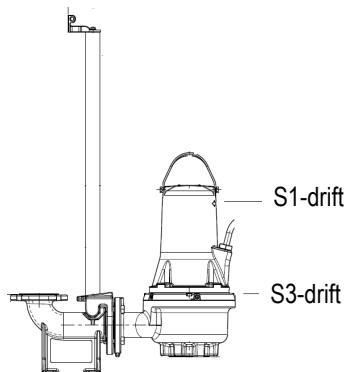

Fig. 2 Stoppnivåer
- För S1-drift** (kontinuerlig drift) måste pumpen alltid vara täckt av den pumpade vätskan till motorns överkant. Se fig. 2.
- För S3-drift** (periodisk drift): Pumpen ska alltid täckas av pumpvätskan upp till pumphusets övre del. Se fig. 2 (endast för inte explosionssäkra versioner).